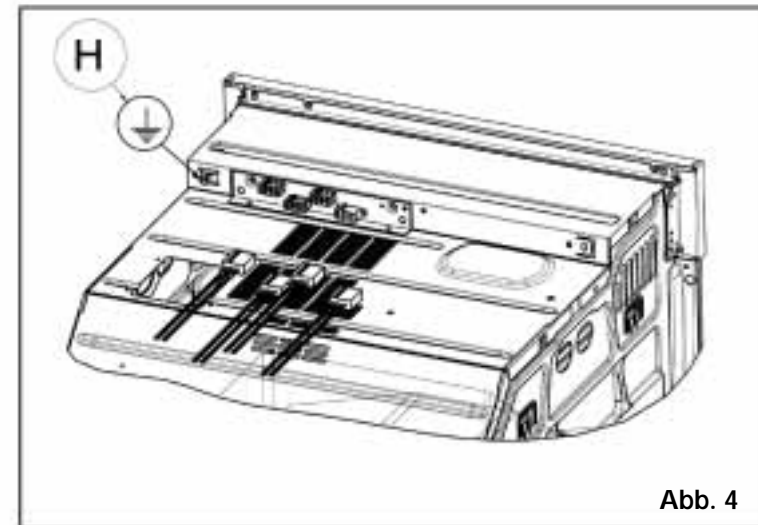

Abb. 4
- Schließen Sie die Verbindungsstecker der Kochmulde (G) an die Buchsen (F) des Herds an; achten Sie dabei auf die Farbentsprechung derselben und die Ausrichtung der Führungen, die auf der Oberseite der Verbindungsstecker sichtbar sind.
- Lösen Sie die Mutter (H) (Abb. 4) der Erdungsschraube auf der oberen Herdabdeckung und schließen Sie den gelb-grünen Schutzleiter an, ohne die Unterlegscheibe zu entfernen. Ziehen Sie die Schrauben wieder fest an.